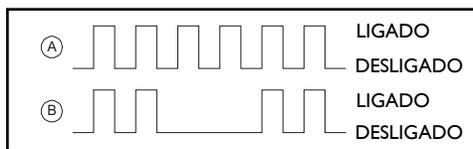

FIGURA 21
- Se a proteção contra congelamento da unidade interna estiver ativo, o LED irá piscar com um sinal (intermitente) conforme A na figura 21.
- Se existir uma falha na refrigeração, o LED irá piscar com um sinal (pausado) conforme B na figura 21.
- Se o sensor (ambiente ou de congelamento da unidade interna) falhar devido a um curto circuito (ou circuito aberto), o Timer irá piscar com um sinal (intermitente) conforme A na figura 21.
- Se a proteção contra sobrecarga no compressor e modo aquecimento estiver ativa, o LED piscará com um sinal (intermitente) conforme A na figura 21.